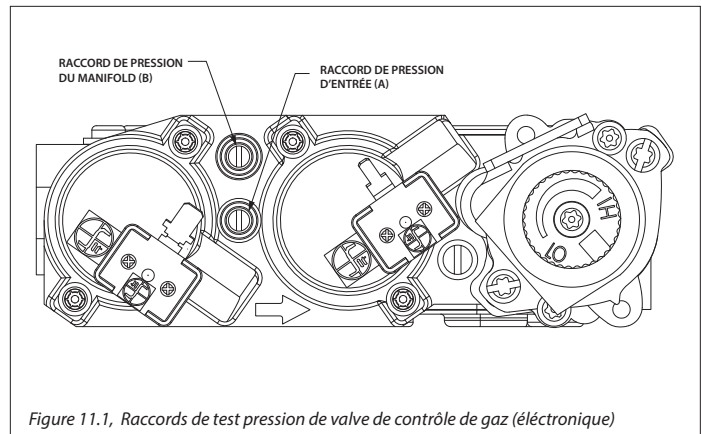

Figure 11.1, Raccords de test pression de valve de contrôle de gaz (électronique)
1. Desserrer la vis du raccord de test de pression d'entrée («IN») en sens antihoraire. Voir (A) à la Figure 11.1.
2. Desserrez la vis du raccord de test de pression du manifold («OUT») en sens antihoraire. Voir (B) à la Figure 11.1.